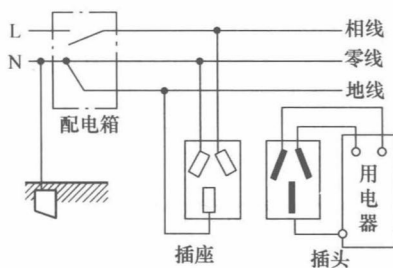

图 1-8 三线插座
- ① 不允许在同一电源上把一部分用电设备采用接零保护，另一部分采用接地保护。
- ② 在采用保护接零时，接零的导线必须连接牢固，以防脱线。在零线上不允许安装熔断器和开关。为使相线碰壳时保护电器能可靠地动作，要求接零的导线阻抗不能太大。在安装完毕后，必须严格检测接地电阻值是否合乎要求。
- ③ 配电箱进线处零线接大地，配电箱出线引出相线 (L)，工作零线 (N) 和保护零线 (也称地线) 用 “ $\perp$ ” 表示。插座和插头的正确接法如图 1-8 所示。